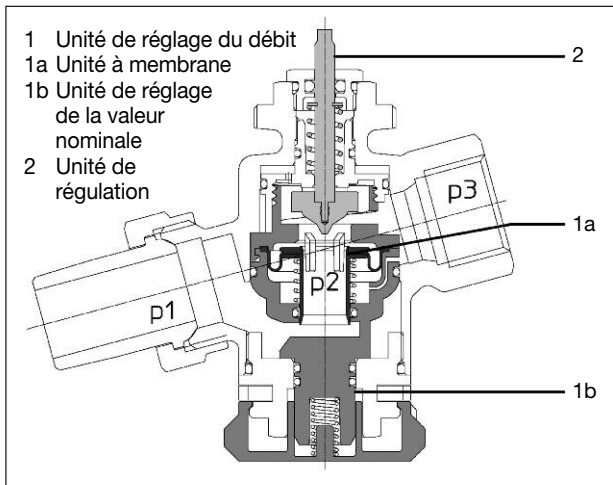
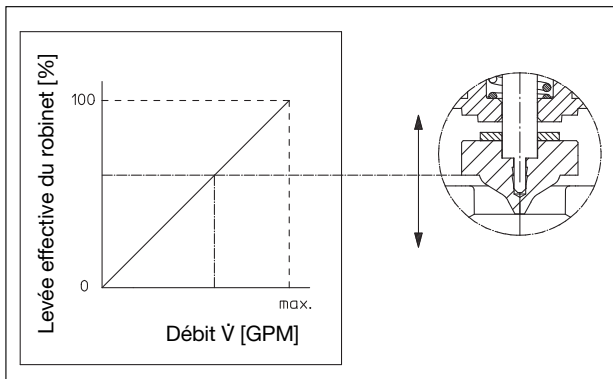
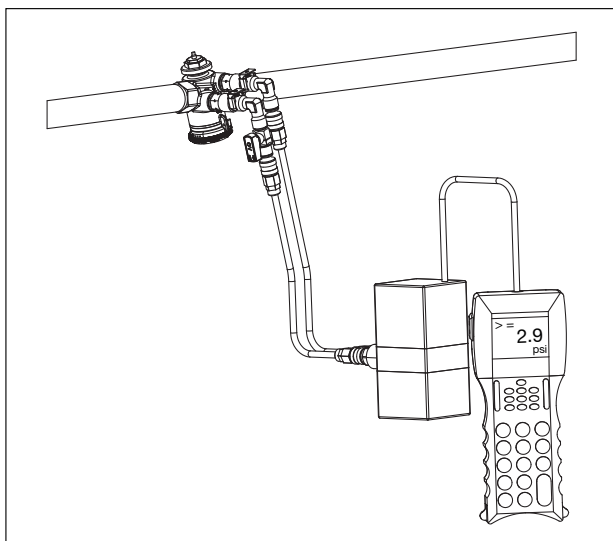

Fig. 5.1 Construction «Cocon QTZ»
Fig. 5.3 Courbe de fonctionnement de l'unité de régulation de «Cocon QTZ»
Fig. 5.4 Mesure de la pression différentielle
L'appareil de mesure de débit «OV-DMC 2» peut être raccordé aux prises de pression (modèle «Cocon QTZ» avec prises de pression) pour vérifier si le robinet fonctionne dans sa plage de réglage. Le réglage du circulateur peut être optimisé en mesurant la pression différentielle (fig. 5.4).
Avec l'appareil de mesure de débit (par ex. «OV-DMC 2») (fig. 5.4) raccordé, la pression différentielle est mesurée à travers l'ensemble de débit (pos. 3, fig. 5.1/5.2). Le robinet de réglage doit être complètement ouvert (dévisser les capuchons de protection ou mettre le moteur en position ouverte). Dès que la pression différentielle mesurée serait au même niveau où supérieur à la pression différentielle  $\Delta p_M$  indiquée dans le diagramme, le robinet fonctionne dans sa plage de réglage.
A l'aide de l'unité à membrane intégrée (pos. 1a, fig. 5.1/5.2), le robinet de réglage et de régulation combiné «Cocon QTZ» assure un réglage de la pression différentielle «p2»-«p3» sur une valeur constante non seulement à travers l'unité de régulation commandée par le moteur (pos. 2, fig. 5.1/5.2) mais aussi à travers l'unité de réglage de la valeur nominale réglable sur une valeur de débit maximale (pos. 1b, fig. 5.1/5.2).
L'unité de régulation (pos. 2, fig. 5.1/5.2) dispose d'une courbe de fonctionnement presque linéaire (fig. 5.3).